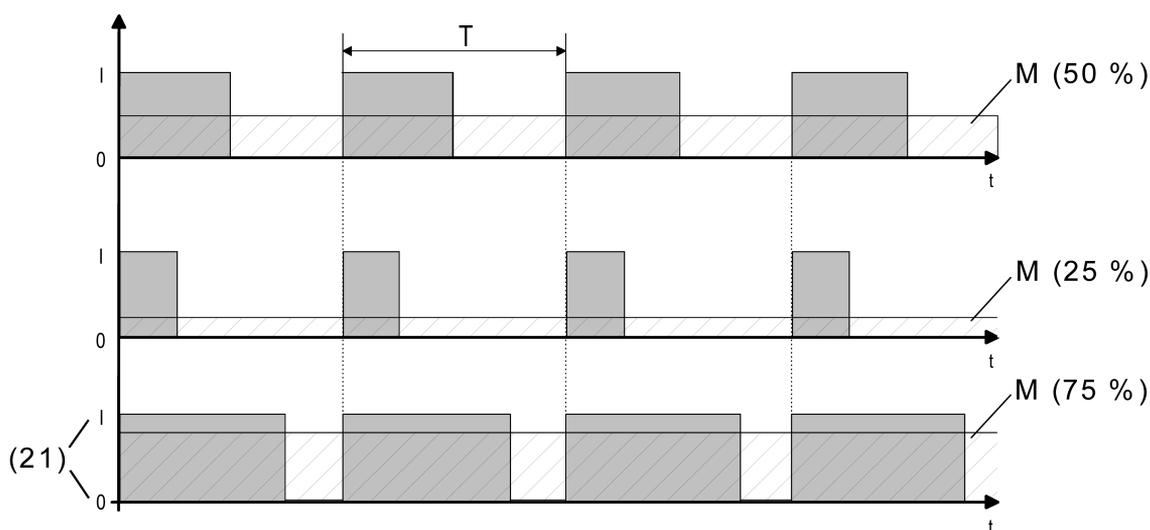

Bild 53: Pulsweitenmodulation eines Ventil-Ausgangssignals
(18) Raumtemperaturregler (RTR) (Stellgröße "1 Byte")
(19) Raumaktor
(20) Pulsweitenmoduliertes Ausgangssignal für Ventilantriebe
Sobald der Raumaktor eine stetige Stellgröße oder einen in der ETS konfigurierten stetigen Ventil-Sollpositionswert an einem Ventilausgang einstellen soll, moduliert er das Ausgangssignal über die Einschalt-Pulsweite. Der aus dieser Modulation resultierende Mittelwert (M) des Ausgangssignals ist unter Berücksichtigung der im Aktor einstellbaren Zykluszeit (T) ein Maß für die gemittelte Ventilstellung des Stellventils und somit eine Referenz für die eingestellte Raumtemperatur (Bild 53).